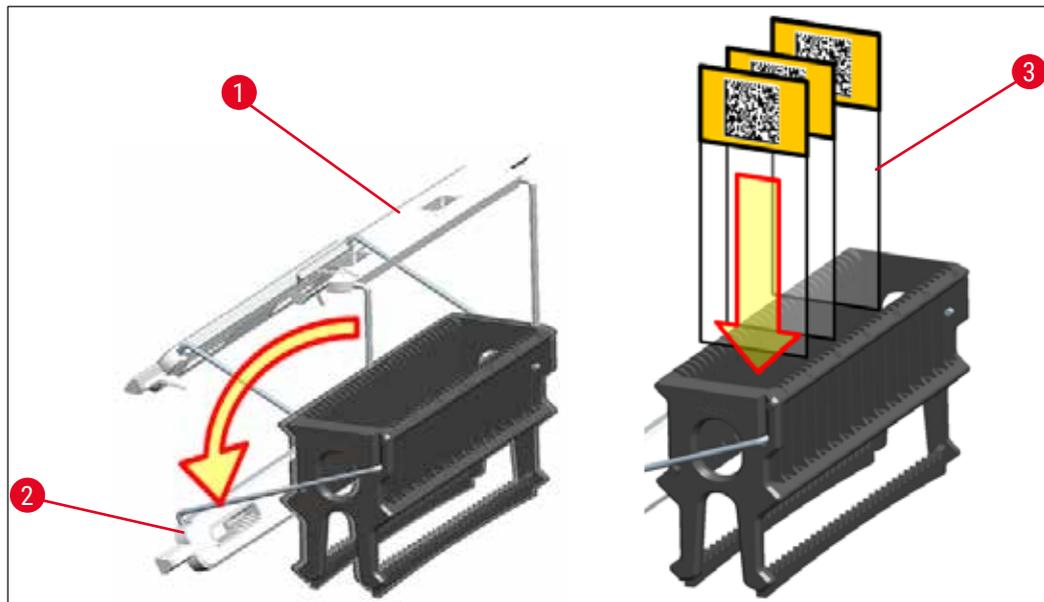

Fig. 85
- La parte delantera de la cesta está etiquetada con el logotipo de Leica. Con el asa montada, se puede leer "**FRONT**" (delante) si se mira el asa (→ "Fig. 85").
1. Ponga el asa de cesta en posición vertical (→ "Fig. 85").